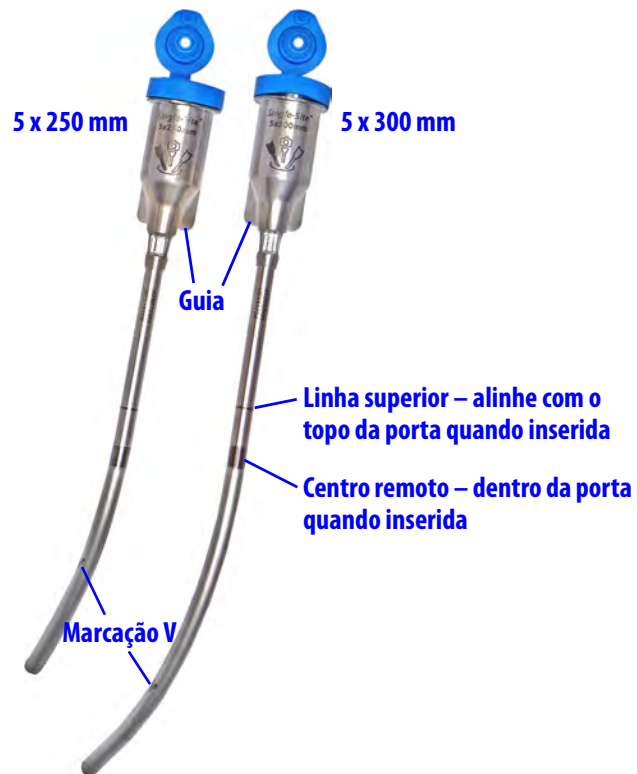

Figura 3.9 Cânulas curvas Single-Site
5. Continue inserindo a cânula até que a linha superior do eixo da cânula (Figura 3.9) fique nivelada com o topo da Porta *Single-Site*.
2. Certifique-se de que os centros remotos da cânula estejam devidamente posicionados verificando se a linha superior nos eixos de cânula (Figura 3.9) coincidem com o topo da porta.